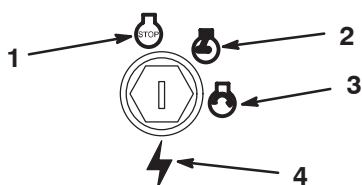

Figure 7
3. Tournez la clé de contact en position Contact coupé (Fig. 7).